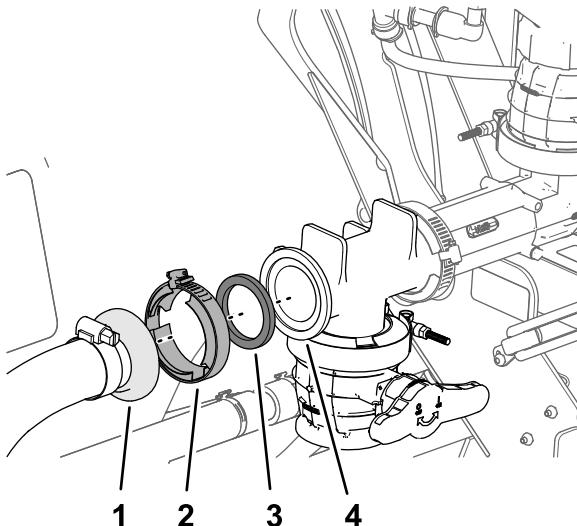

Figura 30
7. Monte a união estriada reta do conjunto dos tubos do misturador na flange da união em T do misturador utilizando uma junta e um grampo da flange e aperte o grampo à mão (Figura 30).